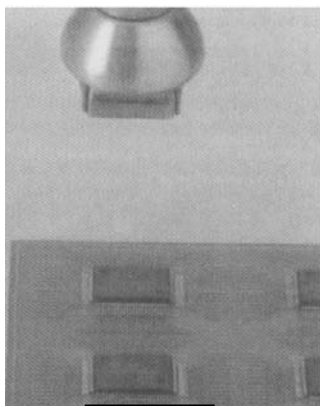

Fig.1
- încălziți componenta SMD ca în fig.1